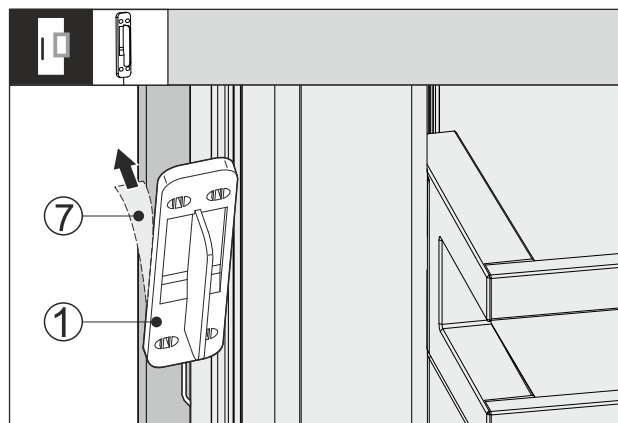

Fig. 65
- ▶ Skinite zaštitnu foliju Fig. 65 (7) na stražnjoj strani senzora Fig. 65 (1) kucanja.